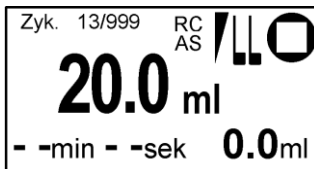

Fig. 45: Hauptanzeige
- ➔ Hauptanzeige erscheint (siehe Fig. 45)